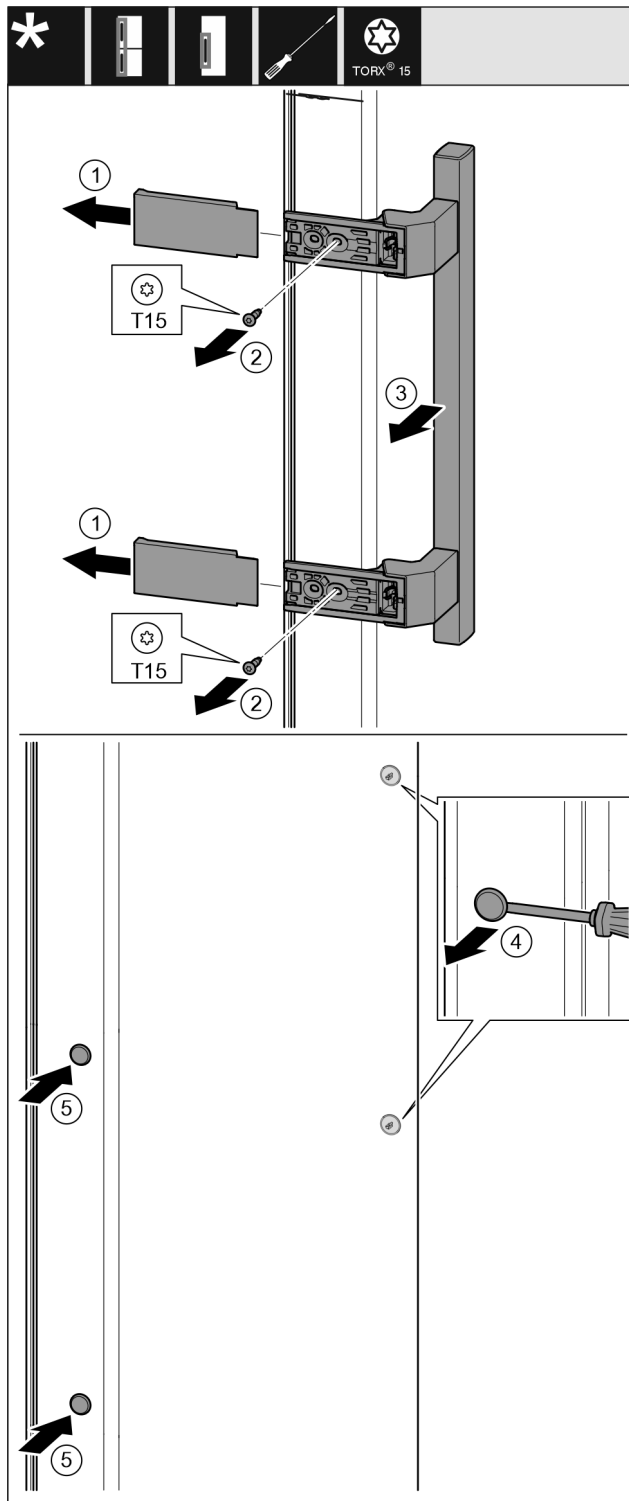

Fig. 19
- ▶ Зніміть кришку. Fig. 19 (1)
- ▶ Викрутіть гвинти за допомогою викрутки T15. Fig. 19 (2)
- ▶ Зніміть ручку. Fig. 19 (3)
- ▶ За допомогою шліцевої викрутки обережно підійміть бокову пробку та витягніть її. Fig. 19 (4)
- ▶ Знову вставте пробку з іншого боку. Fig. 19 (5)